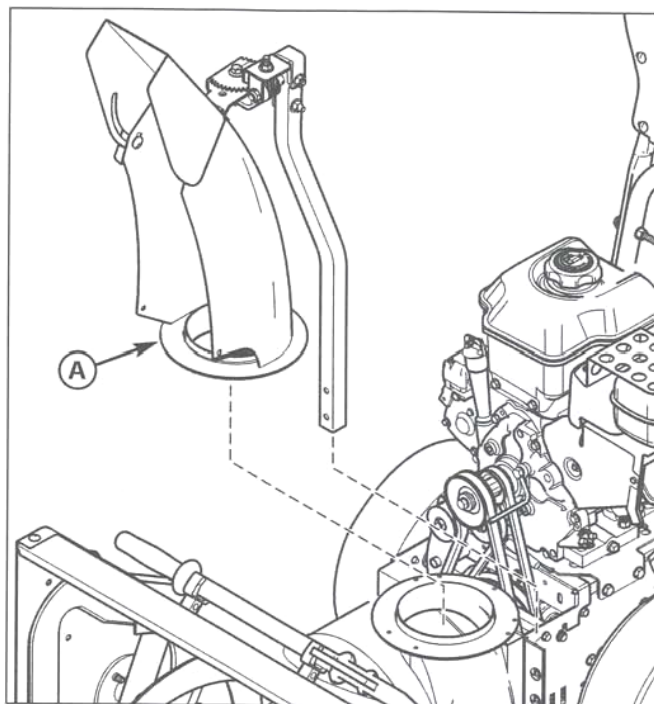

Рис. 33. Снятие желоба и вращающего механизма
11. Снимите желоб и вращающий механизм (А, рис. 33) с корпуса шнека.